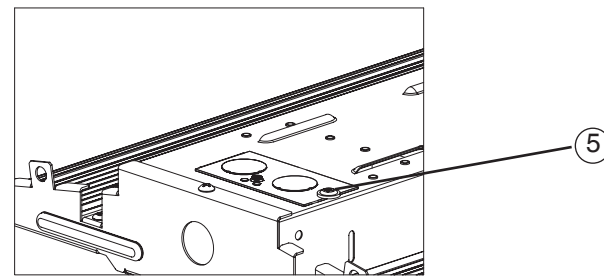

Figure 3
- 4) Remove access plate screw- **see Fig 3** and remove access plate from Fixture Housing (Input wires from Driver will be attached to the access plate).
- 4) Retire el tornillo de la placa de acceso: **Ver Fig 3** y retire la placa de acceso de la carcasa del accesorio (los cables de entrada del controlador se conectarán a la placa de acceso).
- 4) Retire el tornillo de la placa de acceso: **Ver Fig. 3** y retire la placa de acceso de la carcasa del accesorio (los cables de entrada del controlador se conectarán a la placa de acceso).